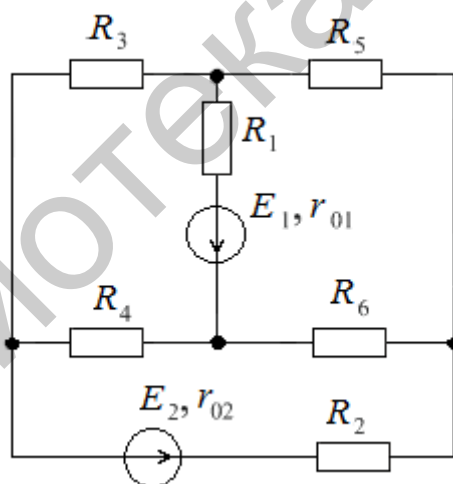

Рис. 82
15. Методом преобразований определить ток I_2 в электрической цепи (рис. 82), если $E_1 = 30$ В; $E_2 = 20$ В; $R_1 = 44$ Ом; $R_2 = 54$ Ом; $R_3 = 30$ Ом; $R_4 = 25$ Ом; $R_5 = 60$ Ом; $R_6 = 15$ Ом; $r_{01} = 1$ Ом; $r_{02} = 1$ Ом.